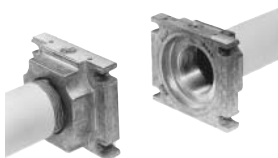

Fig. 13
3. Tirare fuori la MultiBloc fra le flange filettate (Fig. 13)